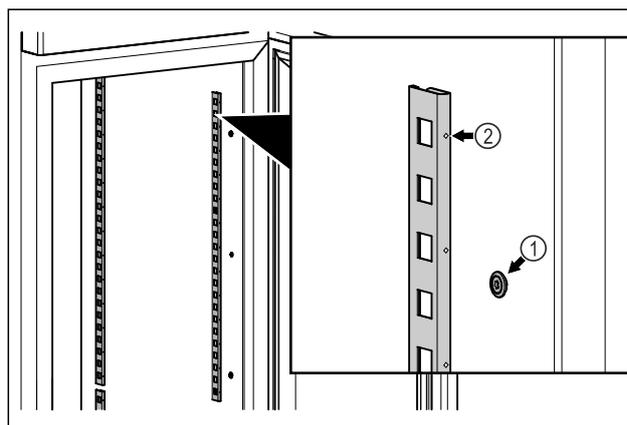

Fig. 85 Immagine a titolo di esempio
- ▶ Agganciare le barre di arresto in sospensione Fig. 85 (1). Il contrassegno Fig. 85 (2) deve essere rivolto in avanti.